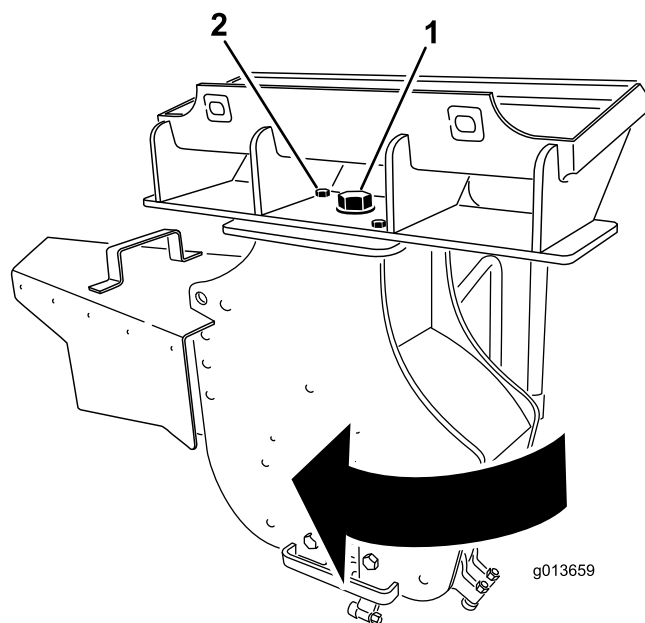

Figura 13
3. Slăbii urubul mare din partea superioară a mainii de tocat (Figura 13).
4. Îndepărtai urubul frontal i piulia care fixează maina de tocat (Figura 13).
5. Pivotați maina de tocat 30 de grade în sensul acelor de ceasornic (Figura 13).
6. Strângeți urubul mare din partea superioară a mainii de tocat la 406 N·m, aa cum este arătat în Figura 13.
7. Montați urubul i piulia în orificiul frontal i strângeți-le la 101 N·m, aa cum este arătat în Figura 13.
13. Slăbiți urubul mare din partea superioară a mainii de tocat (Figura 13).
14. Îndepărtați urubul frontal și piulia care fixează mâna de tocat (Figura 13).
15. Pivotați mâna de tocat 30 de grade în sensul invers al acelor de invers ceasornic (Figura 13).
16. Strângeți urubul mare din partea superioară a mâinii de tocat la 406 N·m, așa cum este arătat în Figura 13.
17. Montați urubul și piulia în orificiul frontal și strângeți-le la 101 N·m, așa cum este arătat în Figura 13.